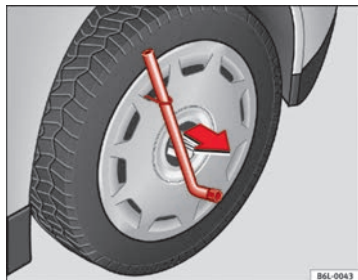

Fig. 136 Retirer l'enjoliveur de roue plein
- Retirez l'enjoliveur plein de la roue à l'aide de l'étrier métallique ⇒ fig. 136.